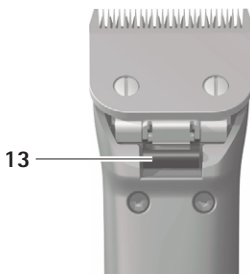

Fig. 4
- Tryck på klipp huvudets spärr **14**, se Fig. 4.